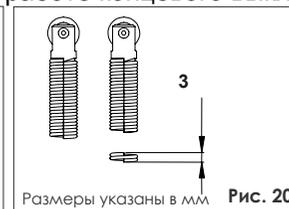

Рис. 20
- Укоротите пружину, как показано на рис. 20: два витка составляют примерно 3мм.